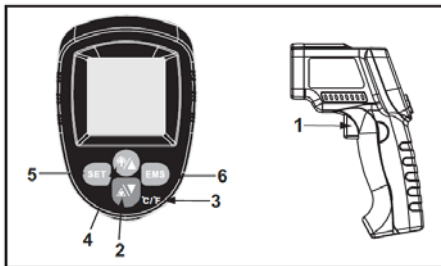

Рис. 4
2. Описание кнопочной панели (рис. 4)